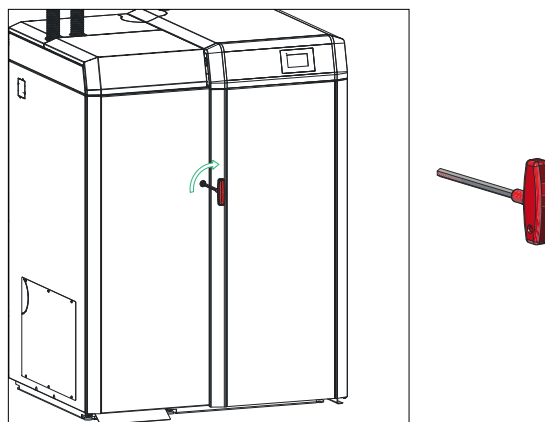

Fig. 126 Verkleidungstür mittels Steckschlüssel schließen
- Beide Verkleidungstüren schließen und mit Steckschlüssel eine 1/4 Umdrehung nach rechts drehen um die Verkleidungstüren zu verriegeln – Fig. 126.